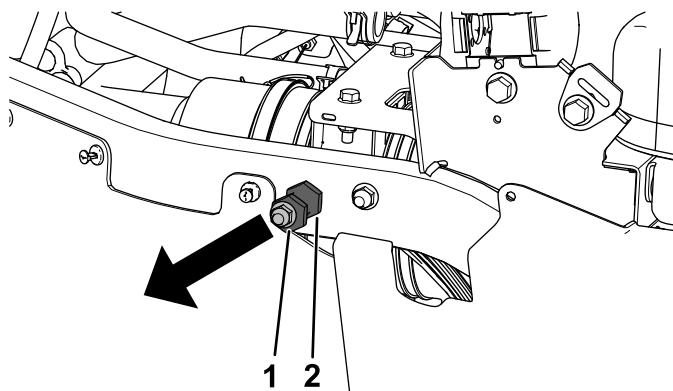

図 11
4. 左右の後フレームチューブについているロックナット3/8"とラッチピンを外す 図 11。